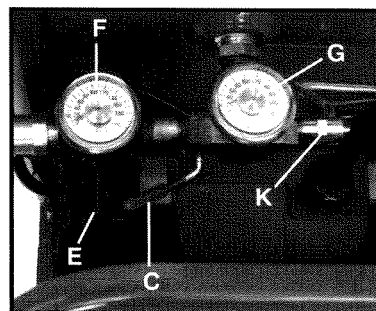

Fig. 3
Interruptor de ENCENDIDO/AUTO-APAGADO (C), Fig. 3: Ponga este interruptor en la posición de ENCENDIDO para suministrar alimentación al conmutador automático activado por presión prefijada y en la posición de APAGADO para interrumpir el suministro de alimentación al final de cada uso.
Regulador (E), Fig. 3: El regulador controla la presión de aire que viene del tanque de aire. Gire el pomo del regulador en el sentido de las agujas del reloj para aumentar la presión y en sentido contrario al de las agujas del reloj para reducirla. Para evitar un pequeño reajuste después de hacer un cambio en la graduación de la presión, aproxímesese siempre a la presión deseada desde una
Manómetro de salida (F), Fig. 3: El manómetro de salida indica la presión de aire disponible en el lado de salida del regulador. Esta presión es controlada por el regulador y siempre es menor o igual que la presión del tanque. Consulte la sección "Procedimientos de funcionamiento".
Manómetro del tanque (G), Fig. 3: EL manómetro del tanque indica la presión del aire de reserva del tanque.
Válvula de seguridad (K), Fig. 3: Si el conmutador activado por presión prefijada no apaga el compresor de aire al alcanzar el punto de presión de desconexión, la válvula de seguridad protegerá contra la presión alta "disparándose" cuando se alcance su presión ajustada de fábrica (un valor un poco mas alto que el punto de presión de desconexión del conmutador activado por presión prefijada).